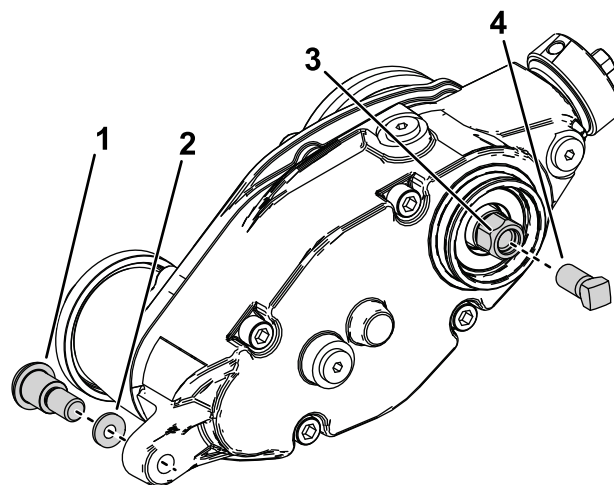

図 29
3. グルーマを駆動ボックスをアジャスタアームに接続しているショルダボルトと硬化ワッシャを外す 図 29。
5. 図 29 のように、補強ねじ P/N 1-803022 別売をグルーマ駆動六角ヘッドのねじ溝に取り付けて  $13.5 \text{ Nm}$   $1.4 \text{ kg}\cdot\text{m} = 120 \text{ in}\cdot\text{lb}$  にトルク締めする。
6. グルーマ駆動六角ヘッドを回して、リールからグルーマ駆動ボックスを外す 図 29。